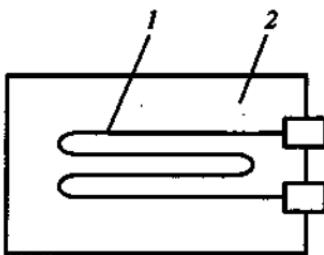

Рис. 269
12.10. Тензометрический датчик (рис. 269) состоит из константной проволоки 1, наклеенной на бумажную обложку 2. Этот датчик, в свою очередь, приклеивают к детали, деформацию ко-